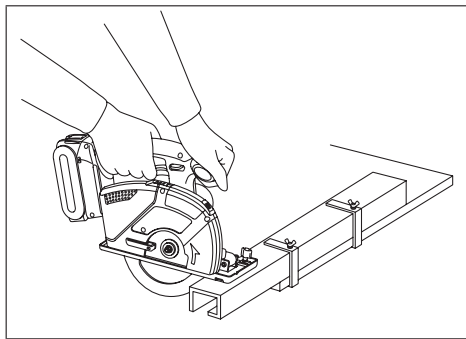
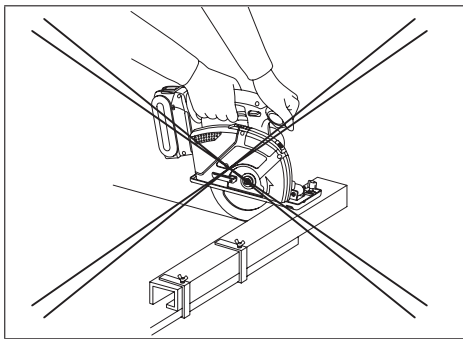

Рис. 17
Рис. 18
1. Помещайте более широкую часть основания на части обрабатываемого изделия, которое прочно закреплено (См. Рис.17), и никогда не помещайте на ту часть, которая отпадет, когда разрез будет сделан. (См. Рис.18)